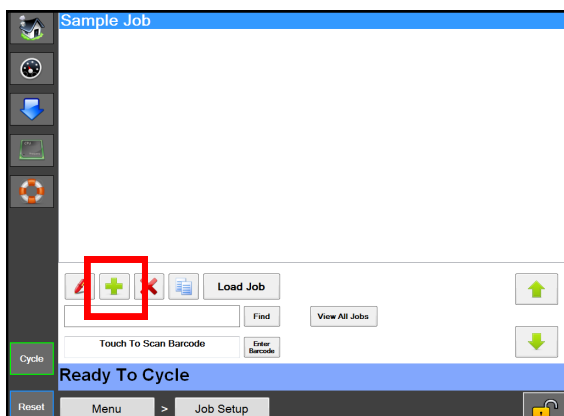

Figure 5-2A. Écran Configuration de tâche.
2. À partir de l'écran Configuration de tâche, appuyez sur le bouton Plus (+) vert. **Figure 5-2A.**